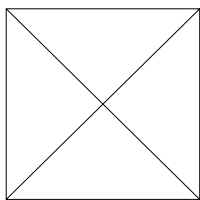

图 11-20 双对角线矩形
- “双对角线”按钮: 单击该按钮, 可插入带有双对角线的矩形, 结果如图 11-20 所示。